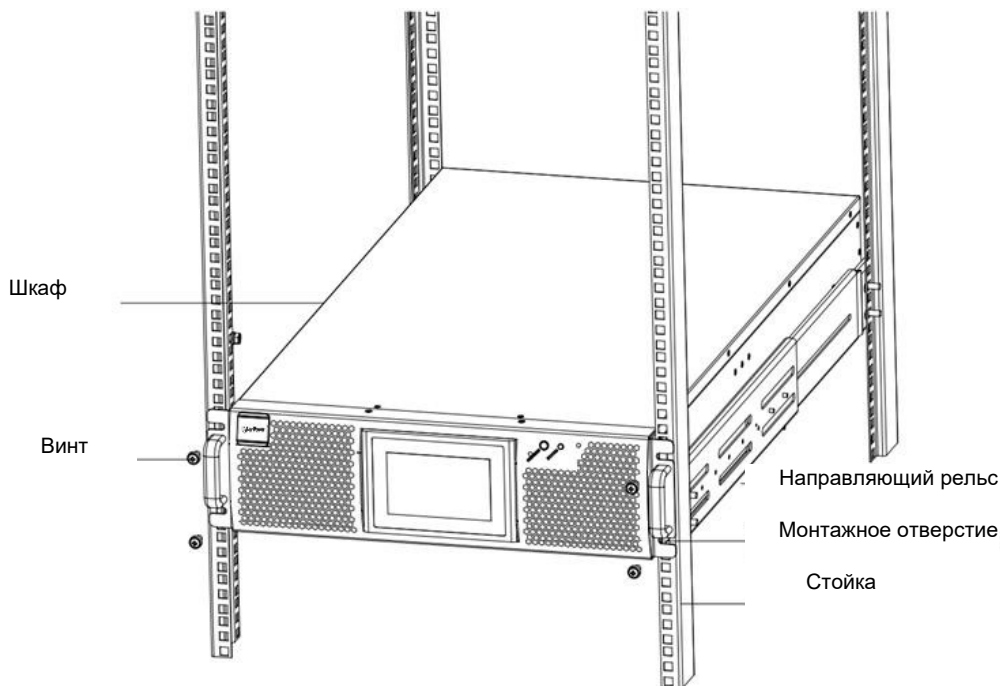

Рис.2-3 Установка в стойку
- 2) Установите ИБП и батарейный отсек на направляющий рельс и закрепите блоки на стойке, как показано на рис.2-3.